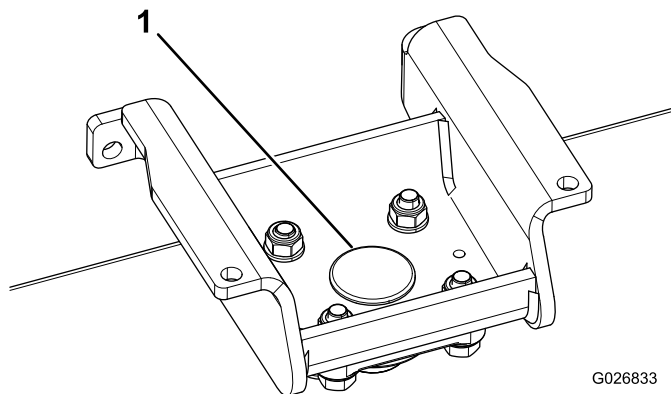

図 7
8. 図 7 のように、グロメットを各ローラサポートの穴の上側にはめ込む。